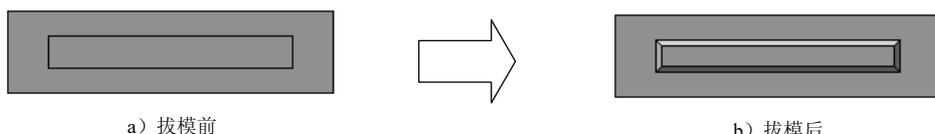

图 4.3.14 拔模特征 1
③ 选择下拉菜单 **插入(I)** → **退出草图** 命令，退出草绘环境，此时系统弹出“凸台-拉伸”对话框。
(3) 定义拉伸深度属性。
- ① 定义深度方向。采用系统默认的深度方向。
- ② 定义深度类型和深度值。在“凸台-拉伸”对话框 **方向 1** 区域的下拉列表中选择 **两侧对称** 选项，在 **D1** 文本框中输入深度值 60，选中 **合并结果(M)** 复选框。
(4) 单击 按钮，完成凸台-拉伸 2 的创建。
Step4. 创建图 4.3.14 所示的零件特征——拔模 1。